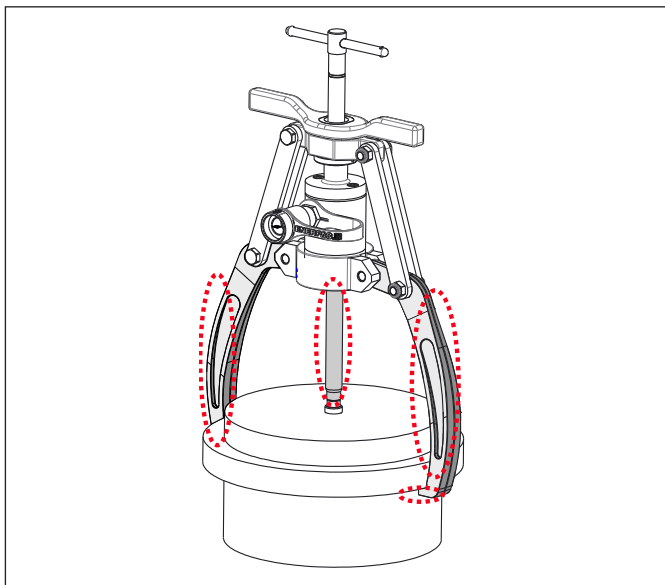

Figura 5, Verificação de deformação
- Durante a operação, observe o extrator para indicações de garra ou deformação do eixo. Veja Figura 5. Se qualquer deformação for notada, pare imediatamente a bomba.